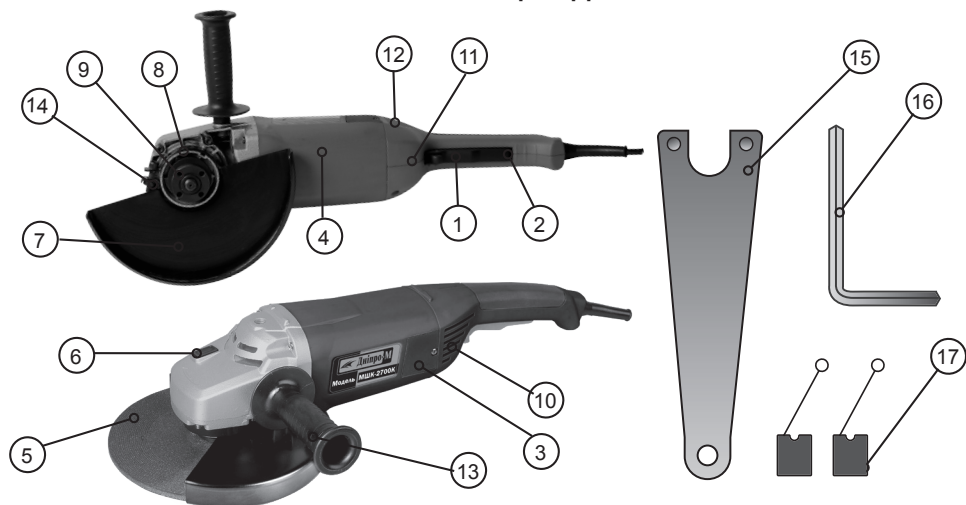

Рис.1
- Натисніть на кнопку блокування вала 6 (див. рис. 1) для того, щоб заблокувати обертання шпindelю під час встановлення або зняття приладдя.
Встановіть додаткову рукоятку **13** (см. рис.1) в зручне для роботи положення і зафіксуйте, обертаючи її ручку за годинниковою стрілкою. **Обов'язково користуйтеся рукояткою для кращого контролю інструмента під час роботи.**
1. Послабте один з гвинтів **14** (див. рис.1), який здійснює притискання захисного кожуха **7** до КШМ.
1. Розмістіть внутрішній фланець **8** (див. рис.1) на валу шпинделя обгумованим боком до себе.